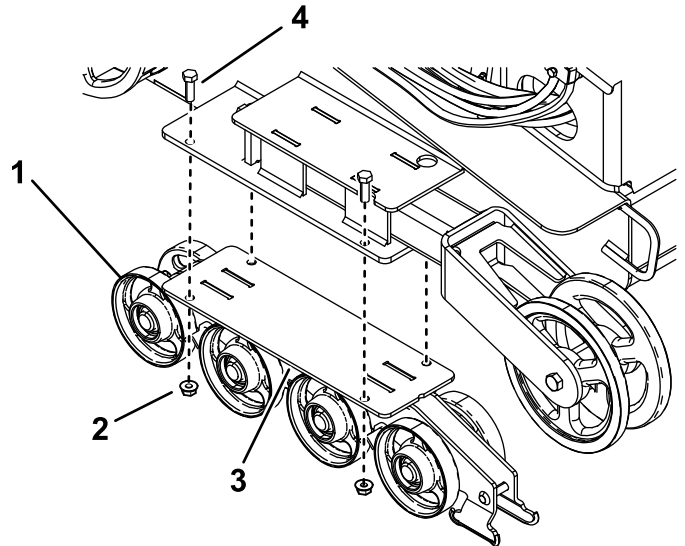

図 48
4. 各下クローラガイドロードホイールを囲っているを固定しているボルト各4とナットを外してガイドを取り外す 図 48。